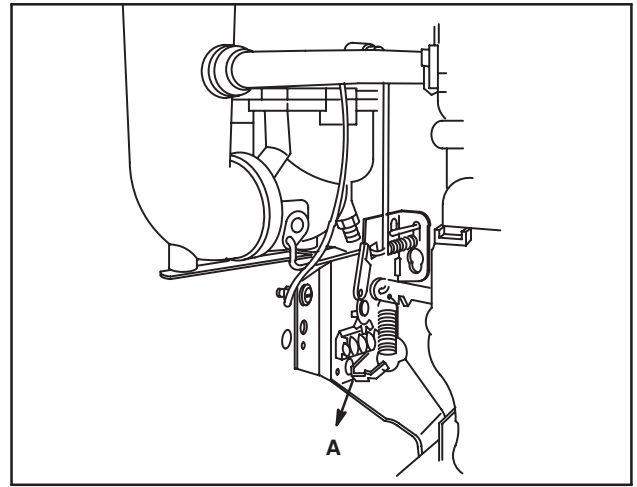

Fig. 65
Régler le Choke-A-Matic® comme indiqué (A), pour augmenter la vitesse, Fig. 65.